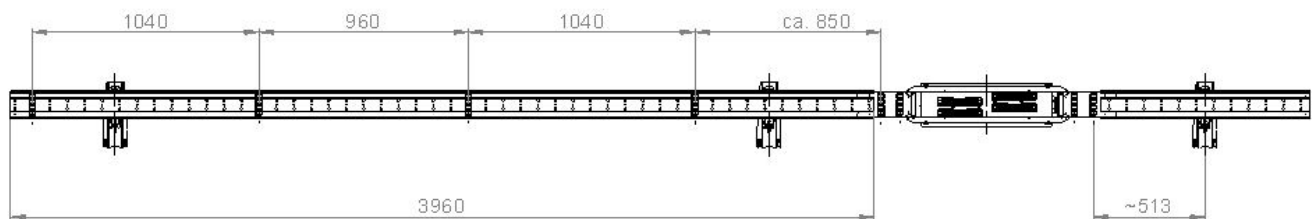
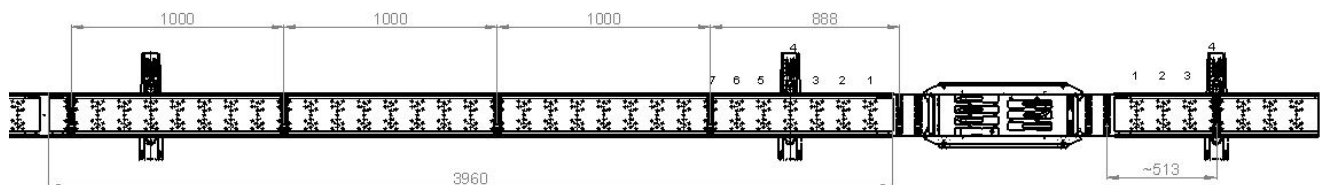

Abb. 12: Abstände der Schienenhalter 0812 im Tragprofilssystem ProShell 128
Abb. 13: Abstände der Schienenhalter 0812 im Tragprofilssystem ProShell 206
- Die Abstände des Schienenhalters sind wie in Abb. 12 bzw. Abb. 13 gewählt